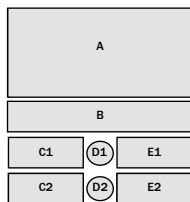

Abbildung 7: Displaybereiche
- Zur Montage setzen Sie den PAC50 mit der unteren Befestigungsführung an die Hutschiene an (siehe Abbildung 7 ①). und kippen Sie den PAC50 nach oben, bis er einrastet (siehe Abbildung 7 ② und ③).